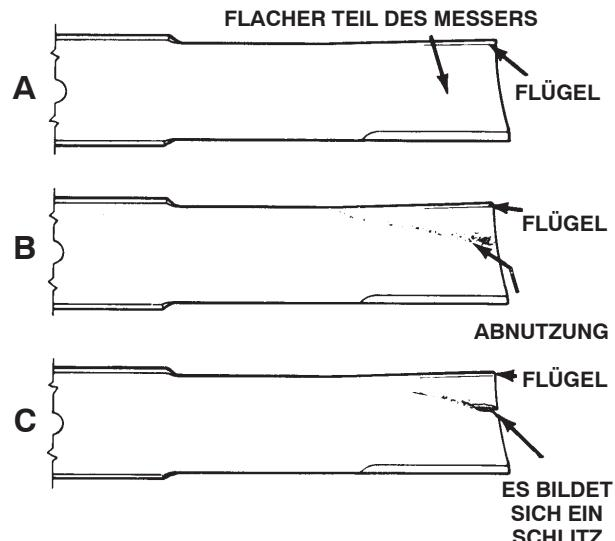

Bild 34
2. Prüfen Sie die Schnittkanten des Messers sorgfältig, insbesondere dort, wo die geraden Flächen die gebogenen berühren (Bild 34-A). Da Sand und reibendes Material das Metall abschleifen kann, das die flachen und die gebogenen Teile verbindet, müssen Sie das Messer vor jedem Einsatz des Rasenmähers prüfen. Tauschen Sie das Messer aus, wenn Sie eine Abnutzung feststellen (Bild 34-B).